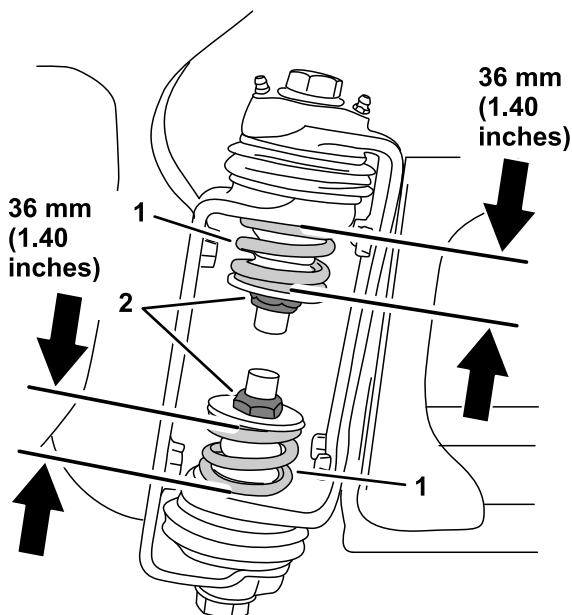

Рисунок 6
6. На шарнире стрелы измерьте степень сжатия верхней и нижней пружин, пока стрелы находятся в выдвинутом положении (**Рисунок 6**).